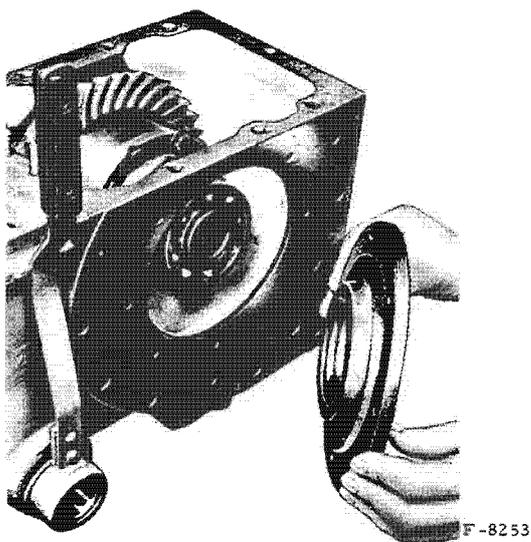

Fig. 22. - Dépose du flasque gauche.
- Retirez le flasque du côté gauche (fig. 22).